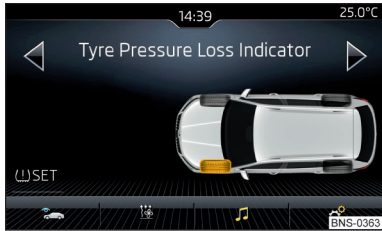

Abb. 312
- › Die Funktionsfläche SET antippen » Abb. 312.
Bei aufleuchtender Kontrollleuchte im Kombi-Instrument kann im Infotainment der betroffene Reifen angezeigt werden » Abb. 312.